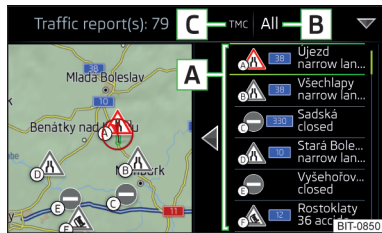

Fig. 241
Dans la liste des notifications de trafic et dans la carte, maximum 6 notifications s'affichent et sont indiqués par un symbole d'obstacle du trafic et par une lettre (par ex. **A**, **B**, **C**) » fig. 241.
Sur la position **C** » fig. 241, les symboles suivants peuvent être affichés.
- ▶ **Un guidage est effectué** - après avoir appuyé sur la touche de fonction **B** » fig. 241 tous les messages routiers peuvent être sélectionnés dans le menu affiché en appuyant sur la touche **Toutes les zones ou seuls les messages concernant l'itinéraire** en appuyant sur la touche **Itinéraire**.